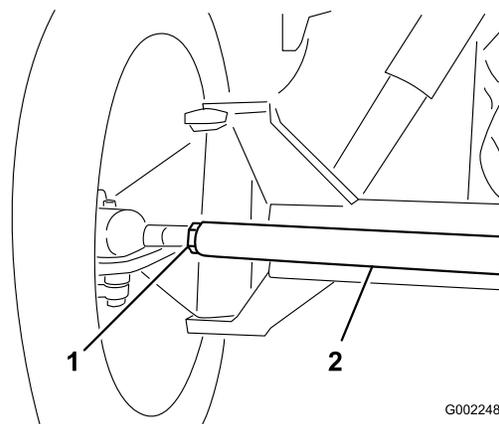

Figura 87
3. Si la distancia no está en el intervalo especificado, afloje las contratuercas en ambos extremos de la biela (Figura 87).